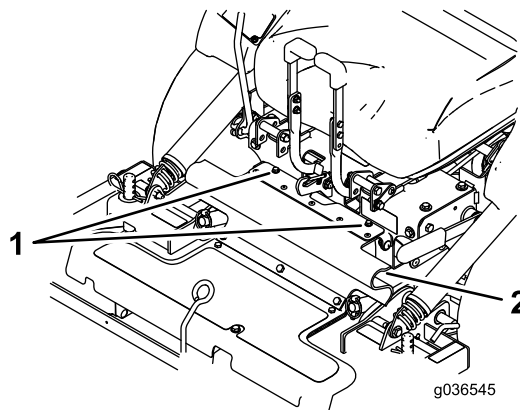

Bild 10
3. Lösen Sie die Schrauben, mit denen die Schutzvorrichtung befestigt ist (Bild 10).